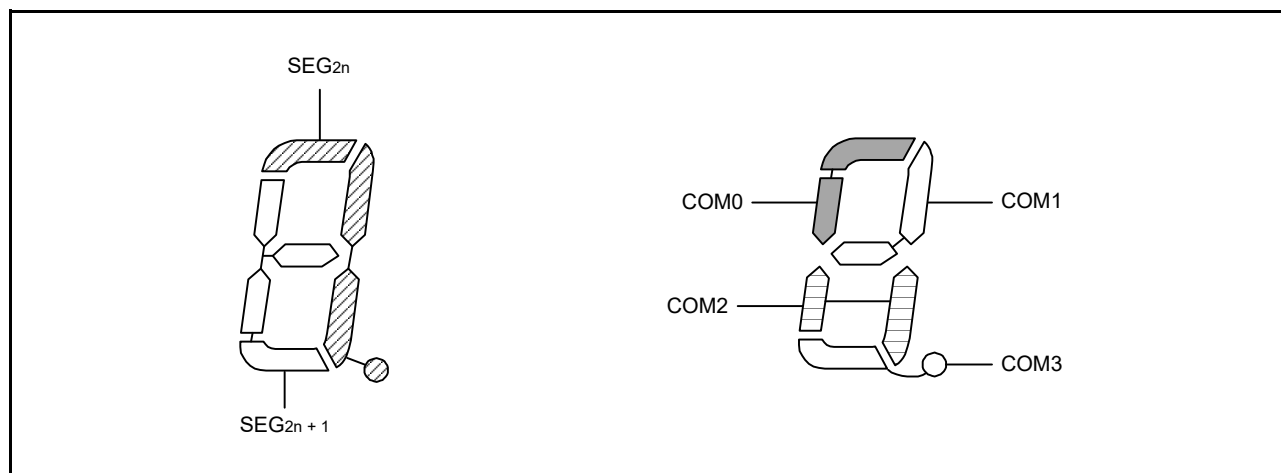
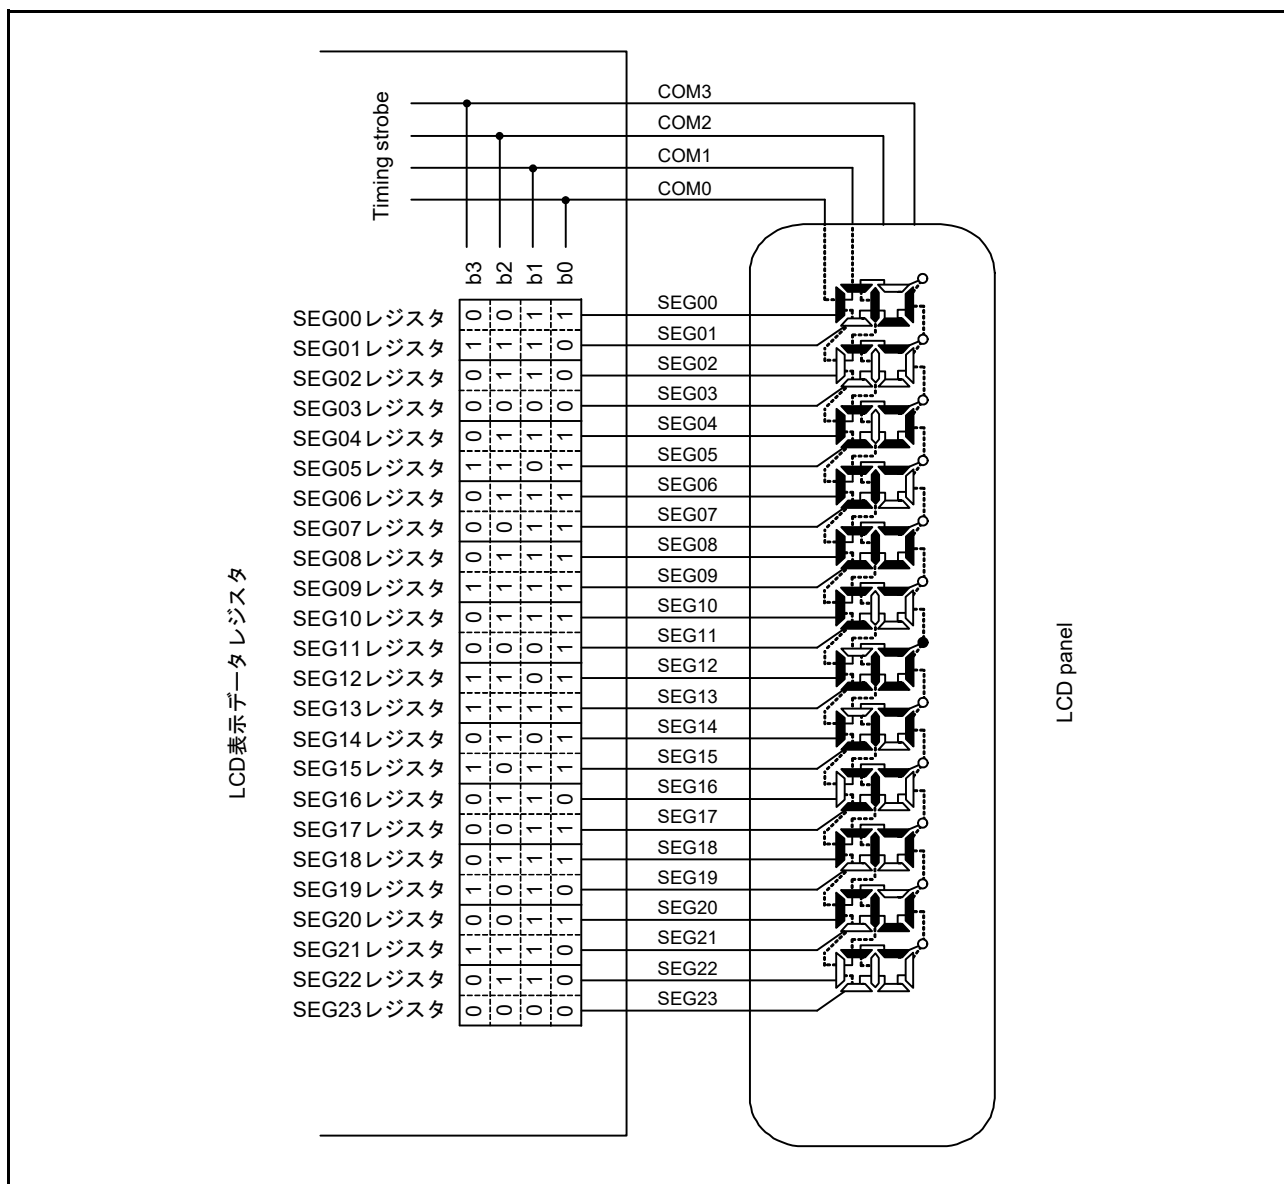

図 34.28 1/4 デューティ LCD の表示パターンと電極結線 (n = 0 ~ 11)
図 34.29 1/4 デューティ LCD パネルの結線例
図 34.29 は、図 34.28 の表示パターンを持つ 1/4 デューティの 12 桁 LCD パネルとセグメント信号 (SEG00 ~ SEG23) およびコモン信号 (COM0 ~ COM3) との接続を示します。表示例は“123456.789012”で、SEGn レジスタの内容はこれに対応しています。
ここでは 7 桁目の“6.”(E) を例にとって説明します。図 34.28 の表示パターンに従って、COM0 ~ COM3 端子から出力される各コモン信号の選択タイミングで選択/非選択電圧を SEG12、SEG13 端子に出力する必要があります。